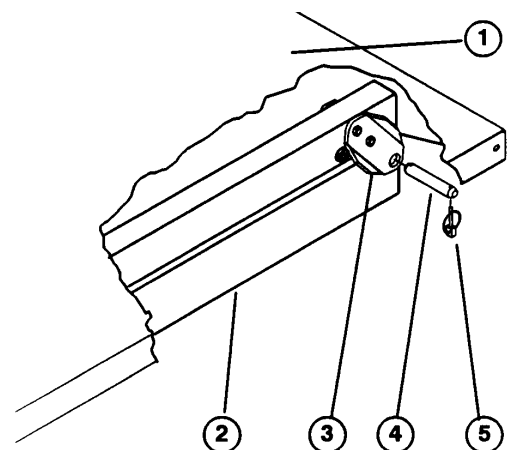

Fig. 8
3. Anbring omhyggeligt ladet på vognrammen og ret de bageste huller i ladets drejplader ind med hullerne i bageste rammekanal (Fig. 8).
4. Fastgør hver af drejpladerne på rammekanalene med en splitbolt og splitter (2 stk.) (Fig. 8). Stram drejpladernes monteringskruer, hvis de tidligere blev løsnet.